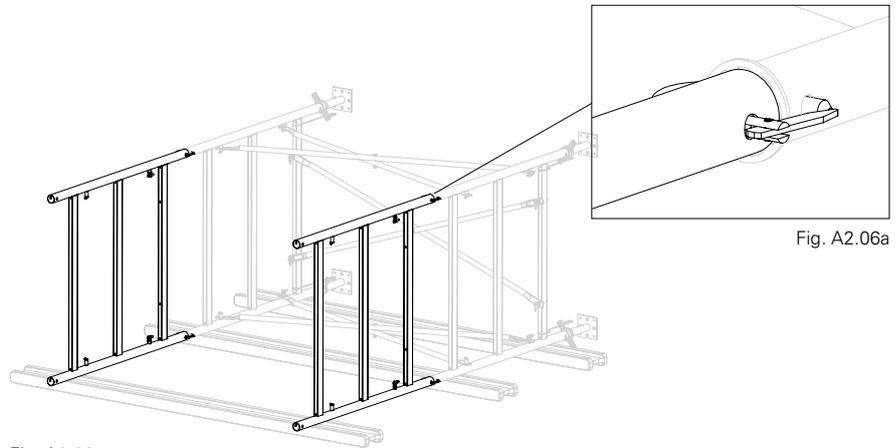

Fig. A2.06
4. Coloque dos marcos PD 5 en el marco PD 5 del nivel inferior, retire el marco de doble pasador (8) insertado por un lado e insértelo por ambos lados para asegurar ambos marcos PD 5. (Fig. A2.06)